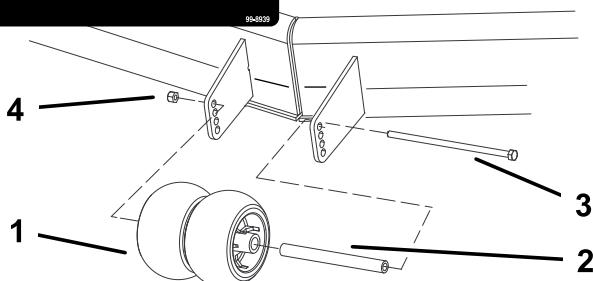

Figura 20
3. Una volta regolata l'altezza di taglio, regolate i rulli togliendo il dado flangiato, la boccola, il distanziale e il bullone (Figura 19, Figura 20 e Figura 50).
Nota: I due rulli centrali sono privi di un distanziale (Figura 20).
5. Montate il dado flangiato, la boccola, il distanziale ed il bullone. Serrate a 54-61 Nm (Figura 19, Figura 20 e Figura 50).